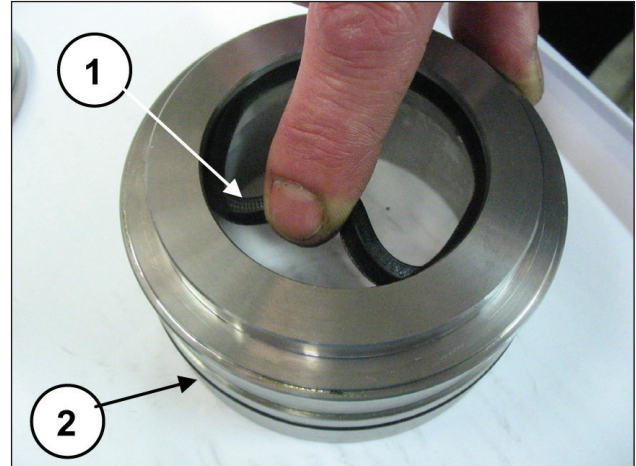

Fig. 169
Insérer le joint basse pression dans le support de segments (rep. ①, Fig. 169) en faisant attention au sens de montage qui prévoit la lèvre vers l'avant (la tête) et le joint torique (rep. ②, Fig. 169).